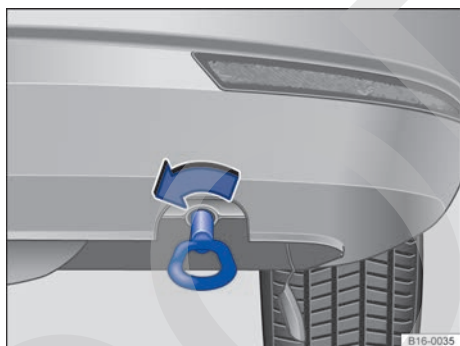

Fig. 204 En el lado derecho del paragolpes trasero: enroscar la argolla de remolque.
El alojamiento de la argolla de remolque enroscable se encuentra en el lado derecho del paragolpes trasero detrás de una tapa → fig. 204. En algunos vehículos equipados de fábrica con un dispositivo de remolque no existe ningún alojamiento para la argolla de remolque enroscable detrás de la tapa. En este caso hay que montar y utilizar el enganche de bola para el remolcado → pág. 224, → ⓘ.
- Enrosque la argolla de remolque en el alojamiento girándola al máximo en el sentido contrario al de las agujas del reloj → fig. 204 → ⓘ. Utilice un objeto adecuado con el que pueda enroscar completa y firmemente la argolla de remolque en su alojamiento.